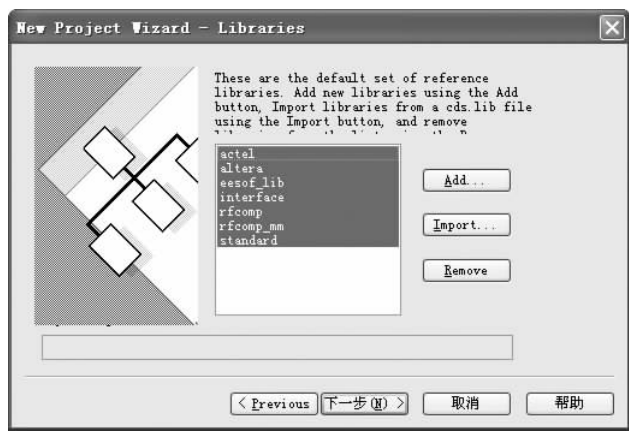

图2-106 “New Project Wizard – Libraries”对话框
4. 单击 **下一步(N) >** 按钮，将弹出“New Project Wizard – Libraries”对话框，按住〈Shift〉键，选中所有库模板，如图2-106所示。